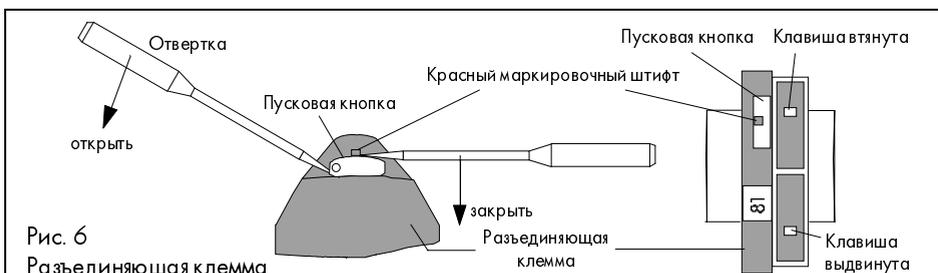

Рис. 6
**Важно:** Если, напр. при втягивании установки, должен быть отменен приоритет сигнала перестановки и исполнительный орган должен оставаться в определенном положении, следует открыть **разъединяющую клемму 81** (рис. 6).
Вытягиванием пусковой кнопки (рис. 6) открыть разъединяющую клемму 81.